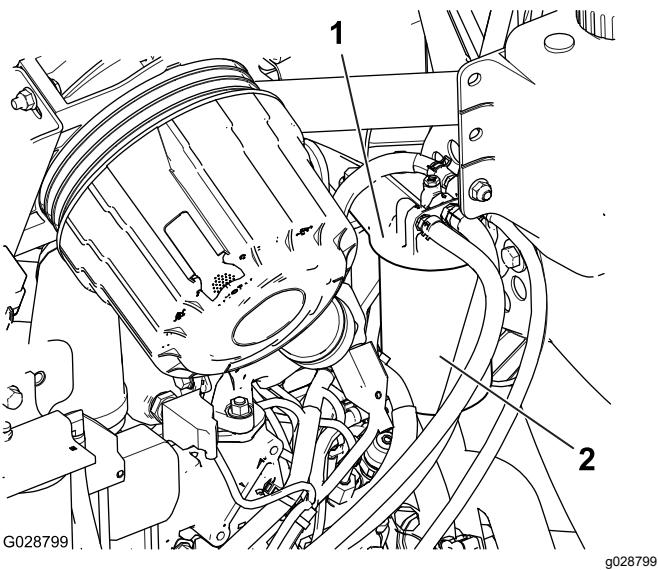

Figura 57
- Očistěte oblast kolem hlavy palivového filtru (Figura 57).
- Demontujte filtr a vyčistěte montážní plochu hlavy filtru (Figura 57).